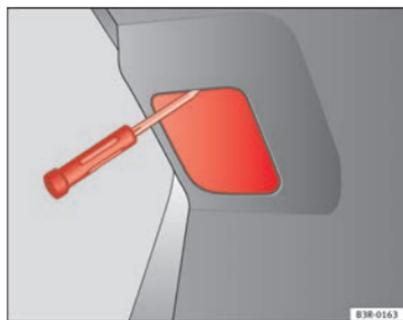

Fig. 219 Retirar la cubierta del portón del maletero
- Introduzca el destornillador desde arriba por la ranura ⇒ fig. 219 y extraiga la cubierta haciendo palanca.